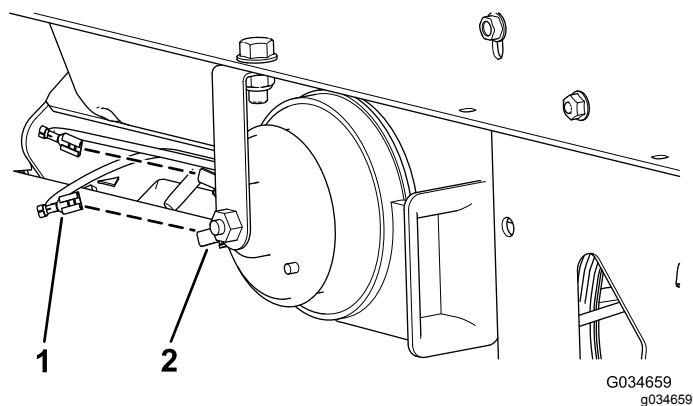

图 2
3. 将主线束的 2 个母接头插入 12V 喇叭的 2 个公接头图 2。